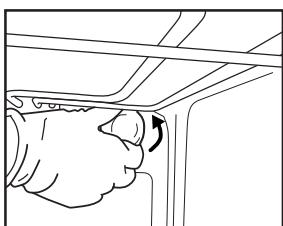

Fig.8
2. Skruva av lampskyddet (Fig.8), byt ut glödlampan (se anmärkning för typ av lampa) och skruva tillbaka lampskyddet.